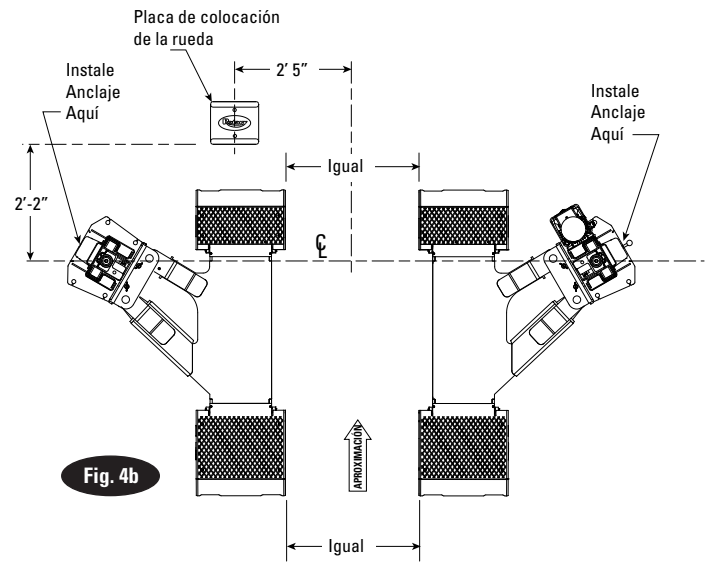

Fig. 4b
6d. Almohadillas de alineación: Con las almohadillas instaladas, mida la distancia interior entre el extremo delantero de las almohadillas y el extremo trasero de las almohadillas. Si no son iguales, gire ligeramente la estructura de la almohadilla para conseguir que las almohadillas estén paralelas. Asegúrese de que las almohadillas están paralelas y alineados de delante hacia atrás, Fig. 4b. Instale (2) HHCS de 5/16-18NC x 1 in. en el brazo trasero y apretar a 17 ft-lb. Instale (3) tornillos de fijación de 3/8-16 x 1" (agregando Loctite azul) en el brazo trasero y apretar a 25 lb-ft. Si las almohadillas no se pueden alinear por completo con los pernos y los tornillos de fijación, las columnas se pueden girar ligeramente aflojando la tuerca del perno de anclaje.